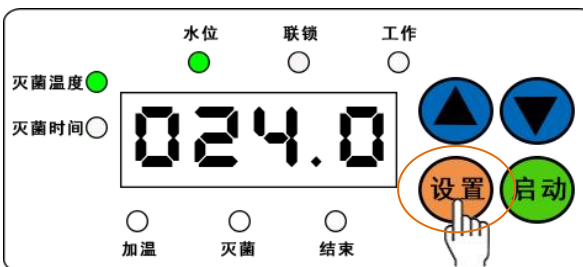
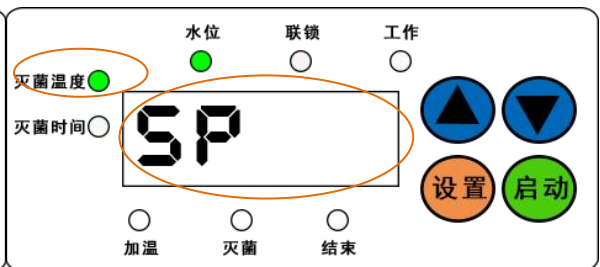
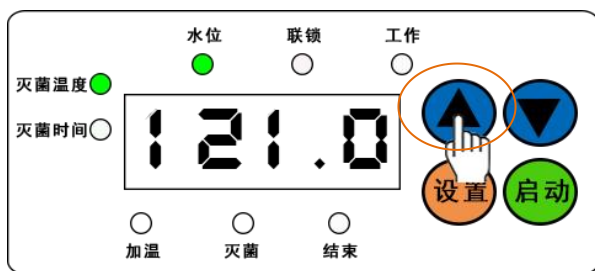
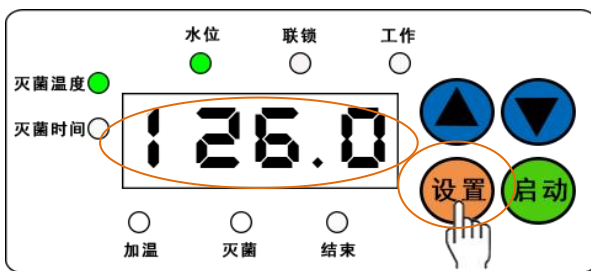

图 9
图 10
图 11
图 12
①设置灭菌温度：按一下控制面板上的设置键（设置）（图 9），面板上的灭菌温度指示灯亮，显示屏内出现 SP（图 10），按动上下移动键（▲▼）（图 11），调整所需的灭菌温度值，调整完成后连续按两次设置键，进行新的灭菌温度数据储存确认（图 12）。